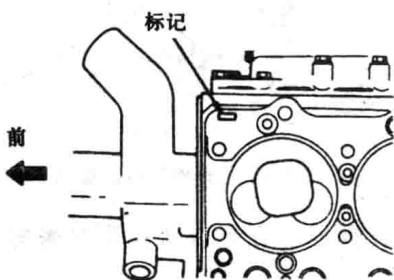
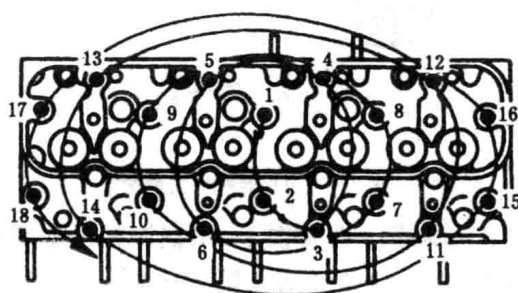

图 1-7 汽缸垫识别标记
图 1-8 汽缸盖螺栓拧紧顺序
③汽缸垫的安装
B. 要认清汽缸垫上的识别标记,如图 1-7 所示。把汽缸垫有识别标记的“TOP”一面朝向汽缸盖。而“FRONT”标记必须在前部。不要在汽缸垫上涂密封胶,以便下次拆卸。安装汽缸垫时,缸盖螺栓应涂上发动机机油。汽缸盖螺栓拧紧顺序,如图 1-8 所示。应分两次拧紧。新螺栓最后拧紧力矩为 $8.2\sim 9.2\text{kgf}\cdot\text{m}$ ($803\sim 901.6\text{N}\cdot\text{m}$),旧螺栓拧紧力矩为 $10\sim 11\text{kgf}\cdot\text{m}$ ($980\sim 1078\text{N}\cdot\text{m}$)。